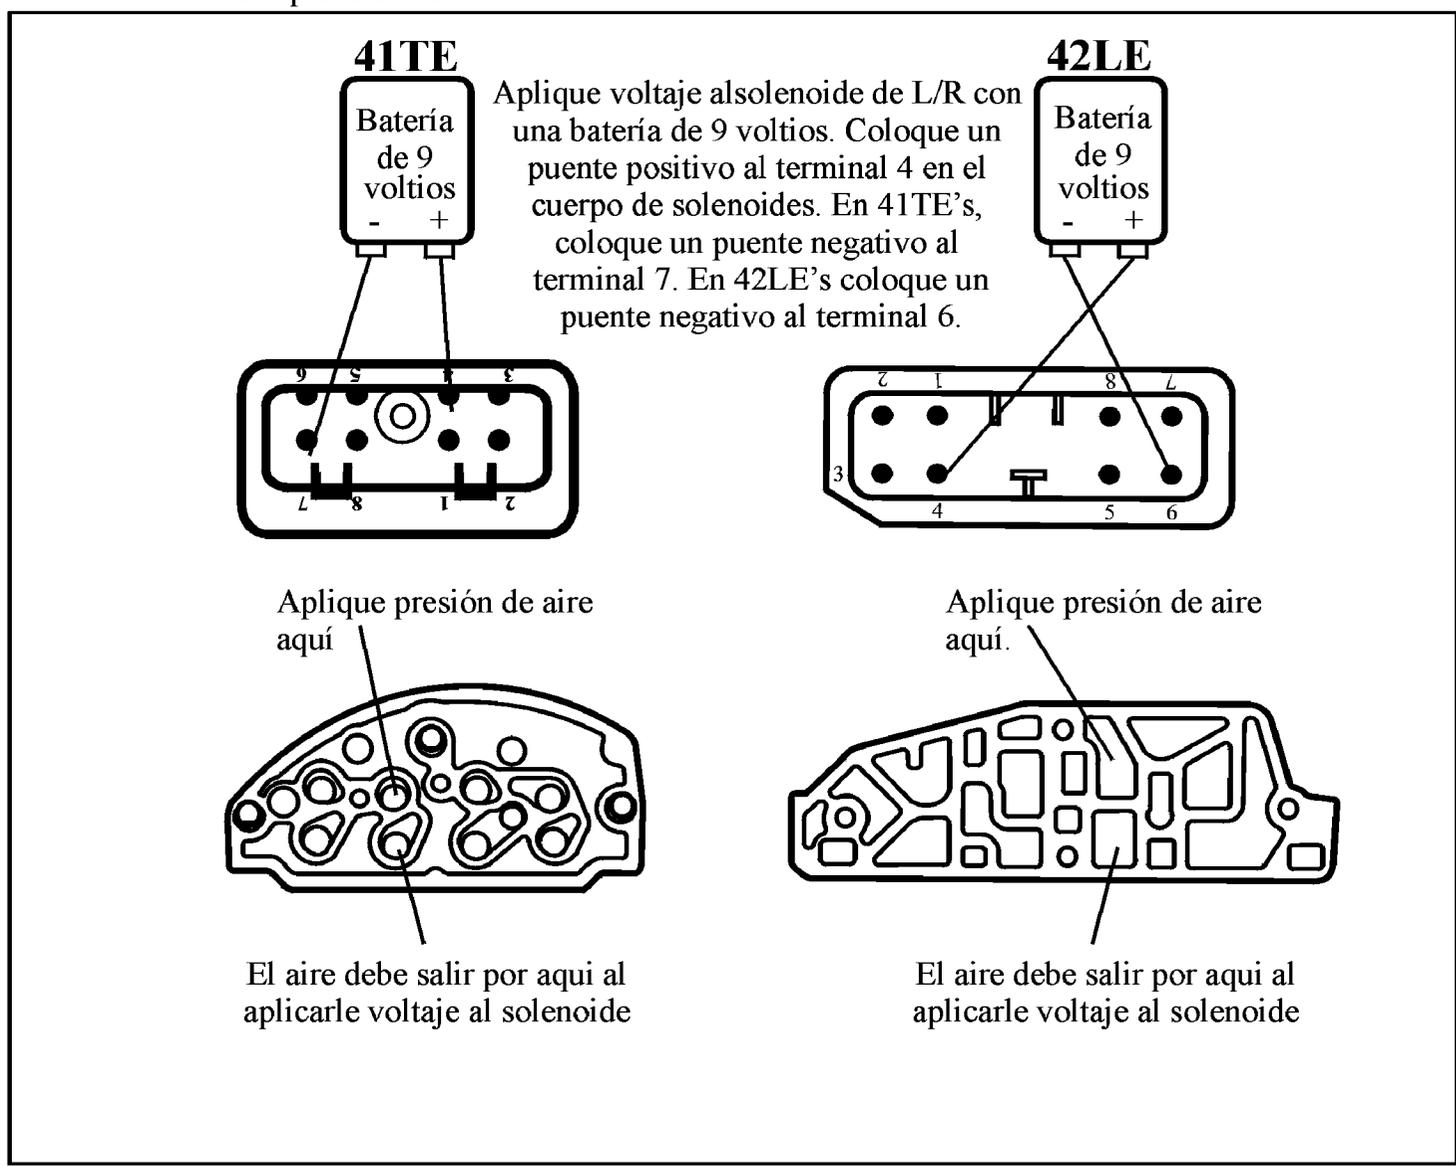

Figura 49
- Un solenoide de L/R defectuoso mecánicamente puede impedir que el embrague de L/R aplique. Ésta falla mecánica pudiera **no** producir un código relacionado con el solenoide. Sin embargo, pudiera producir uno relacionado con el interruptor de presión de L/R. Si hay un código relacionado con el interruptor de L/R presente, refierase a las paginas 38 a 43 para su diagnostico. Si **no** hay un código relacionado con el interruptor de presión de L/R presente, efectúe una prueba de banco al solenoide de L/R utilizando una batería de 9 voltios y aire comprimido como se ve en la figura 49. Si es necesario, reemplaze el cuerpo de solenoides. Si el solenoide de L/R está bien, vaya al proximo paso.